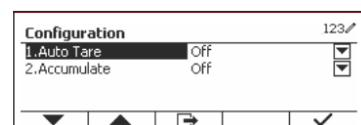

Figure 71
- Appuyez le bouton multifonction correspondant à l'icône pour accéder à la configuration. (Voir Figure 71)